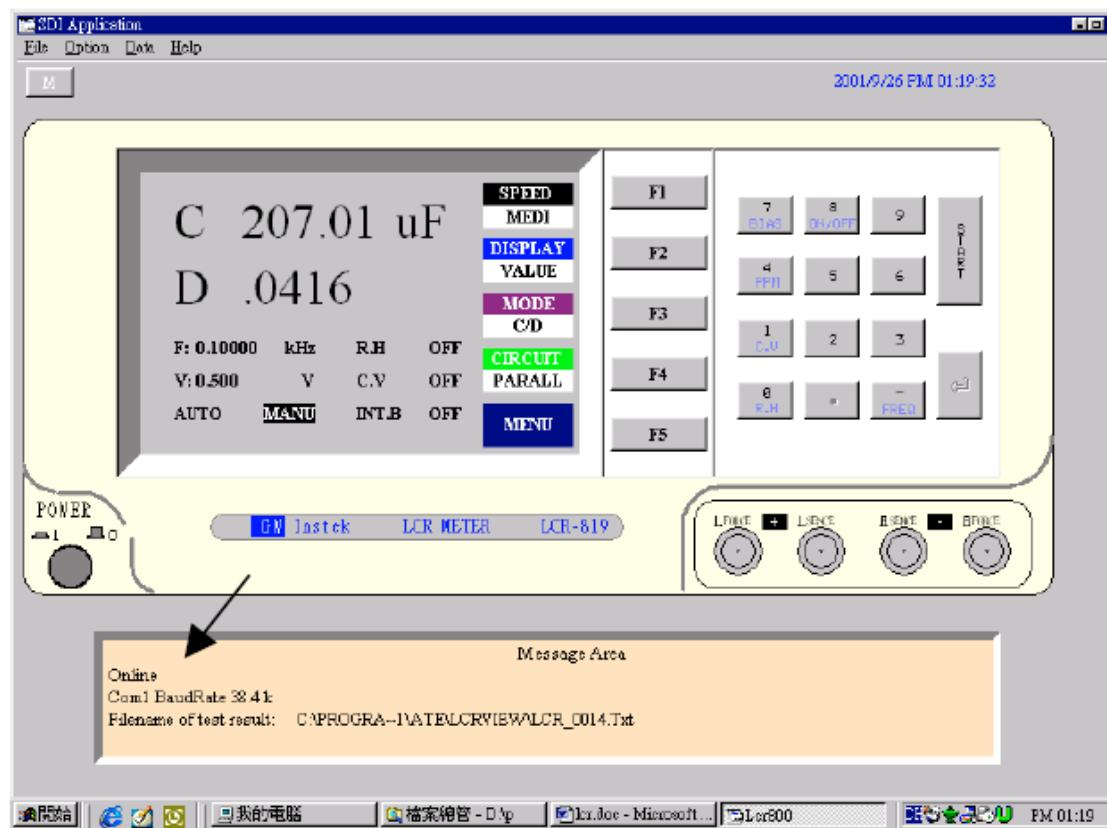

Figure 9-2
- 4) PC との接続が出来たか PC ソフトウェア“LCR-VEIWER”接続メッセージを確認します。接続が出来ていない場合、“LCR-VEIWER”的 COM ポートの設定項目を変更し、接続できるまで再度実行してください。図 9-2、9-3、9-4 を参照して下さい。